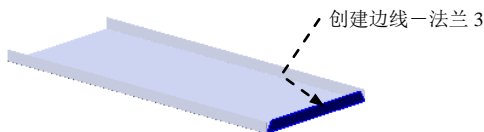

图 17.7.53 创建边线—法兰 3
Step4. 创建图 17.7.53 所示的钣金特征——边线—法兰 3。